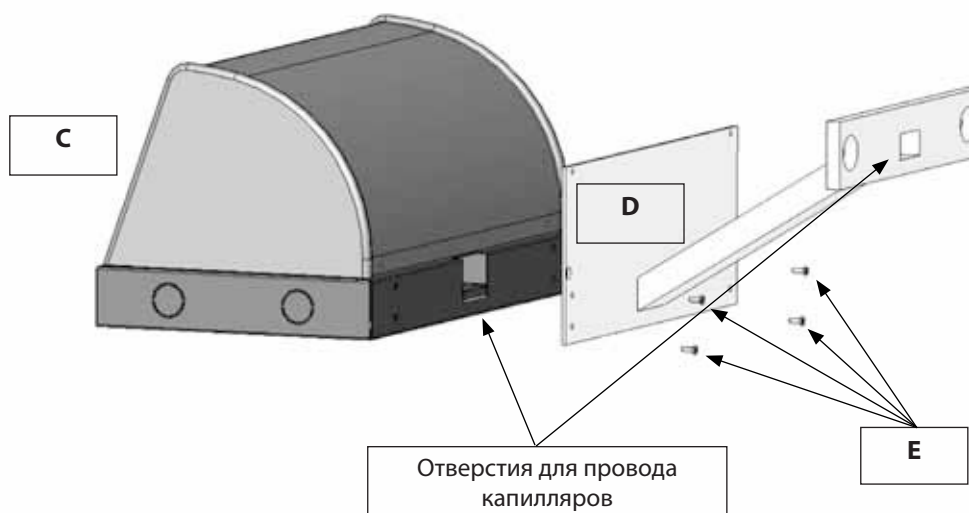

рис. 23
- 3) соединить предварительно закрепленный на подставке-опоре (С, рис. 23) пульт управления с держателем (D, рис. 23), используя соответствующие винты М4 (Е, рис. 22 и 23);